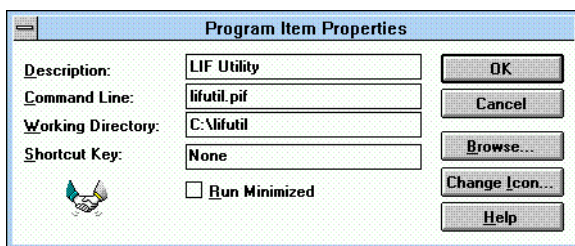

图 24 为 LIF 应用程序设置程序管理图标
- 保存了 LIF 应用程序的程序信息文件后，在化学工作站组框中加入这个图标，使其可被激活，进入 Windows 程序管理器屏，选择 File、New、Program 项。按图 24 填写。